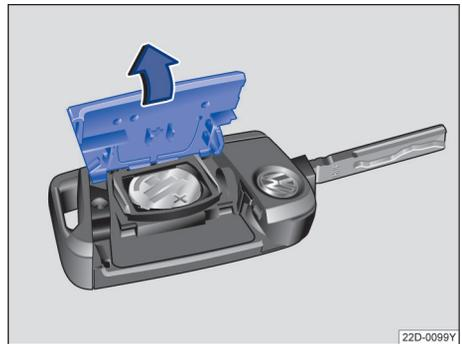

图 44 汽车钥匙：打开电池盒盖
- 用一合适的器具（例如，硬币）沿→图 44 箭头方向拆下汽车钥匙后侧的盖板。
- 安装电池盖板，然后沿→图 44 箭头相反方向将其扣到汽车钥匙上，直至其卡定。